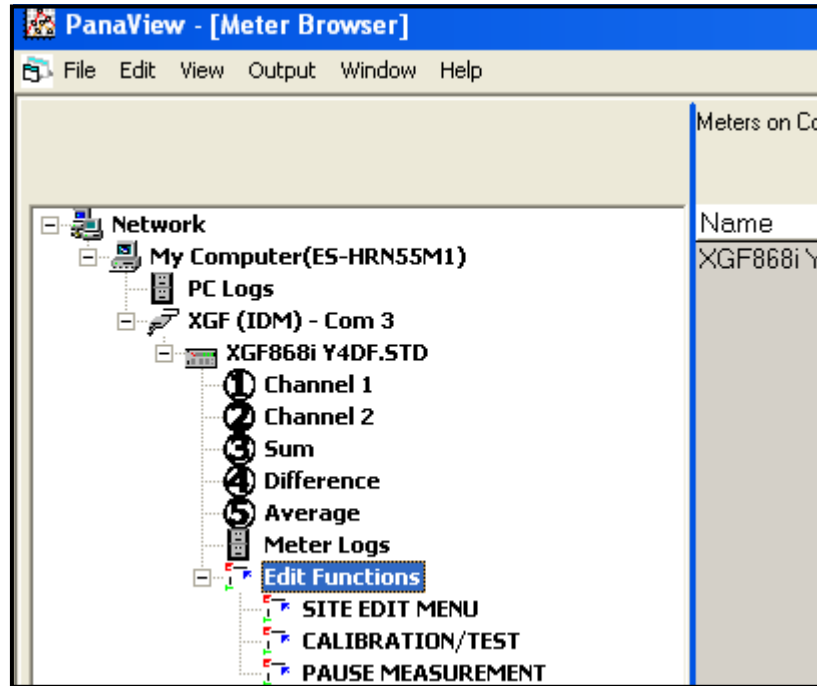

Figura 40: Menus na opção *Edit Functions* (Editar funções)
2. Expanda a opção *Edit Functions* (Editar funções). Agora é exibida uma janela semelhante à mostrada na *Figura 40 na página 80*.